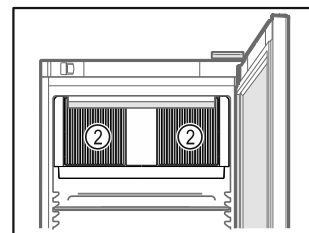

Fig. 81
- ❑ Ne pas obstruer les fentes d'aération Fig. 81 (2) du ventilateur de circulation d'air à l'intérieur de l'appareil.